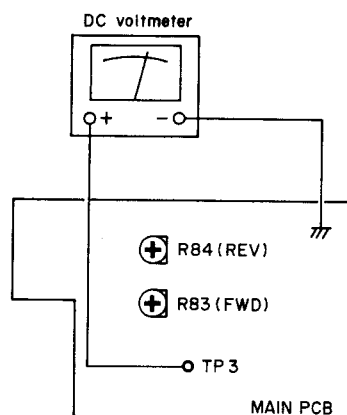

Fig. 4-8 Photo sensor adjustment (1) フォト・センサ調整(1)
1. Connect DC voltmeter as shown in Fig. 4-8.
1. DC 電圧計を Fig. 4-8 のように接続する。